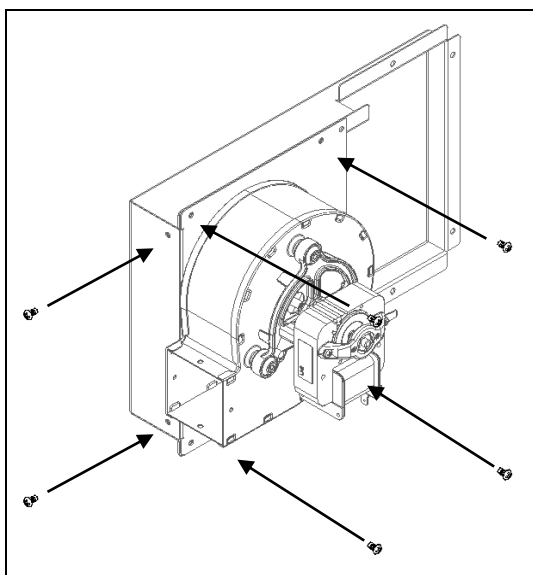

Figura 87 - Fixação apoio com o ventilador
i) Apertar o conjunto da Figura 87 na face lateral da câmara de combustão utilizando 6 parafusos (A) nos furos preparados para o efeito.